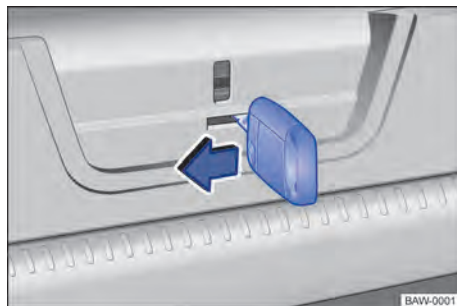

Fig. 63 No compartimento de bagagem: destravar a tampa traseira.
- Inserir a haste da chave na abertura na tampa traseira → Fig. 63 e deslocar a alavanca de destravamento no sentido da seta. ◀